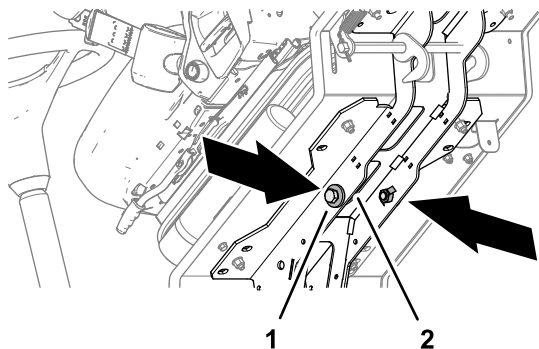

Figure 42
4. Retirez les 2 boulons (12 x 40 mm) et les 2 rondelles (12 mm) qui sont rangés dans les longerons de support de la plate-forme (Figure 42).